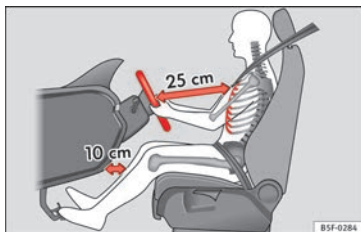
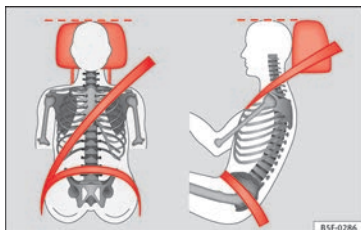

Fig. 81 La distance correcte entre le conducteur et le volant doit être de 25 cm minimum (10 pouces).
Fig. 82 Sangle bien ajustée et appuie-tête correctement réglé.
- Réglez l'appuie-tête de manière à ce que son bord supérieur soit, dans la mesure du possible, à la même hauteur que la partie supérieure de votre tête, et au moins à la hauteur de vos yeux. Gardez la nuque le plus près possible de l'appuie-tête » **fig. 81** et » **fig. 82**.
- Réglez le volant à une distance d'au moins 25 cm (10 pouces) de votre cage thoracique » **fig. 81** et de sorte à pouvoir saisir des deux mains et avec les bras légèrement fléchis le volant latéralement par la partie extérieure.
- Réglez le siège du conducteur dans la longueur de manière à pouvoir actionner à fond les pédales avec les jambes légèrement fléchies tout en maintenant les genoux à au moins 10 cm (4 pouces) de la planche de bord » **fig. 81**.